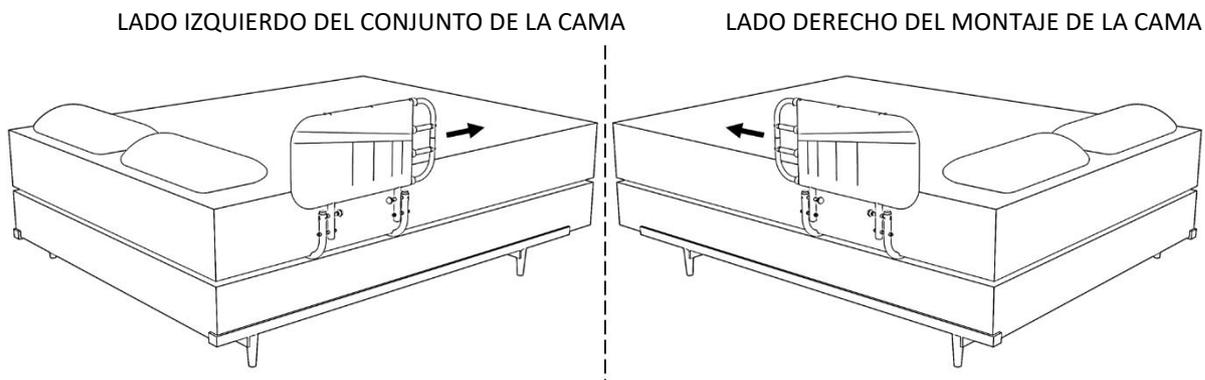

Figura 3
4.2 Determine en qué lado de la cama debe instalarse el producto, como se muestra en la FIGURA 3. El lado ajustable en longitud de la barandilla de la cama debe estar siempre orientado hacia el extremo de los pies de la cama.
Utilizando las herramientas suministradas (H y J), fije A y B con los sujetadores (E, F y G) como se muestra en la FIGURA 3.